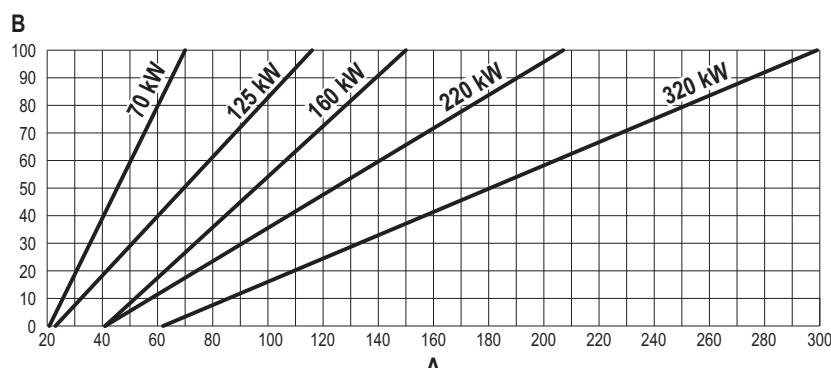

fig. 65
- Premere i tasti **contestuali 1 e 2** per aumentare o diminuire la portata termica (minima = 00 - Massima = 100). Vedi diagramma "Regolazione Portata Termica" (fig. 65).